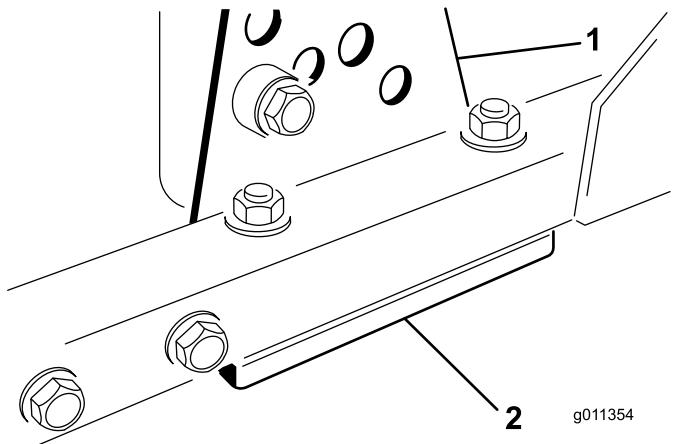

図96
- 刈り高ブラケット前、左、右のうち1つをカッティングユニットのフレームから外す図96。
- カッティングユニットのフレームとブラケットとの間に厚さ1.5 mmまたは0.7 mmのシム、場合によってはこれらの両方を挿入して、希望する刈高を達成する図96。